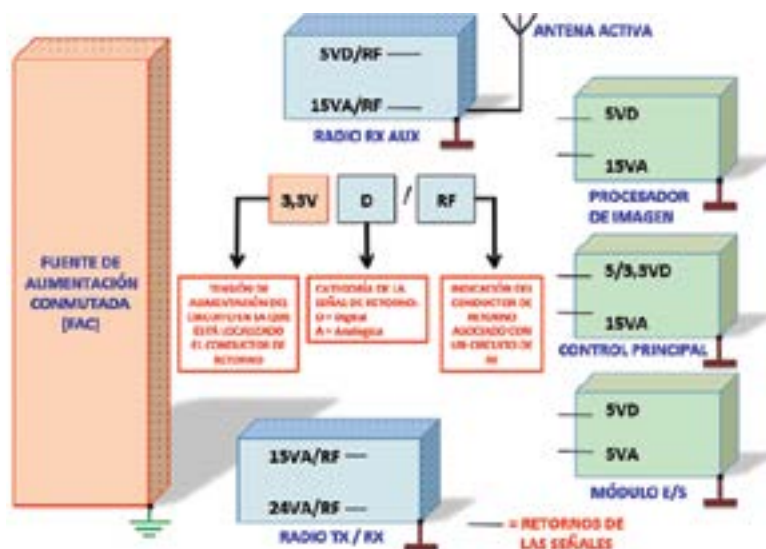
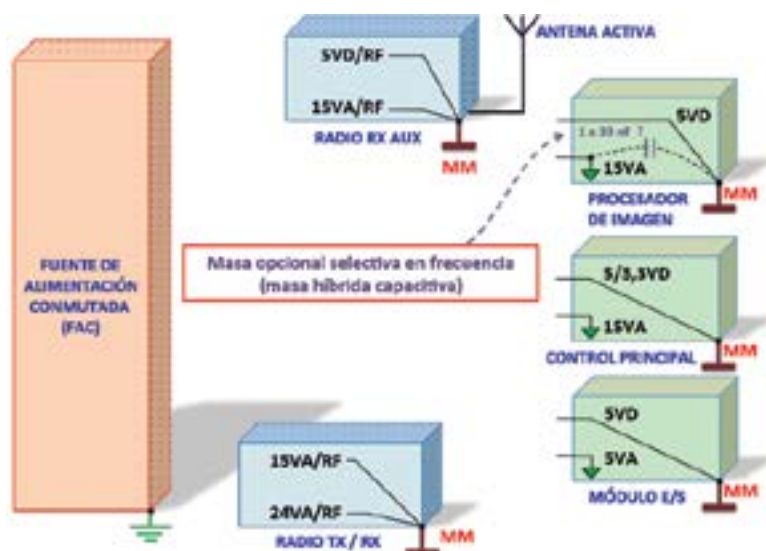

Figura 7. Paso 3 – Definir los requisitos de los retornos de señal de cada módulo.
Figura 8. Paso 4 – Identificar los requisitos de aislamiento y conexión al chasis.
Los retornos de las señales de los módulos se asignan en cada circuito en la figura 7, siguiendo la notación presentada en el centro de la misma figura. Usando esta notación, por
En la figura 7 todos los conductores de retorno se representan sin indicación de su punto de conexión a la estructura del chasis o del punto de referencia de las señales. Sin embargo, en los circuitos digitales de alta velocidad, a nivel de TCI, la masa debe ser multipunto. En la figura 8 se muestran las conexiones al chasis implementadas localmente a nivel de módulo usando la topología de conexión a masa multipunto (MM): Masa Multipunto). Los conductores de retorno analógico no están conectados al chasis a nivel de la TCI. Esto también se aplica en los retornos de las señales de vídeo, que contienen tanto señales de baja como de alta frecuencia. Para estos tipos de circuitos, se podrían aplicar conexiones a masa selectivas en frecuencia por medio de pequeños condensadores (de 1 a 33 nF), proporcionando conexiones a masa multipunto para alta frecuencia y de punto único (o estrella) para la baja frecuencia, es decir, una masa híbrida capacitiva.
Paso 5: Definir la toma de tierra de seguridad (PE)